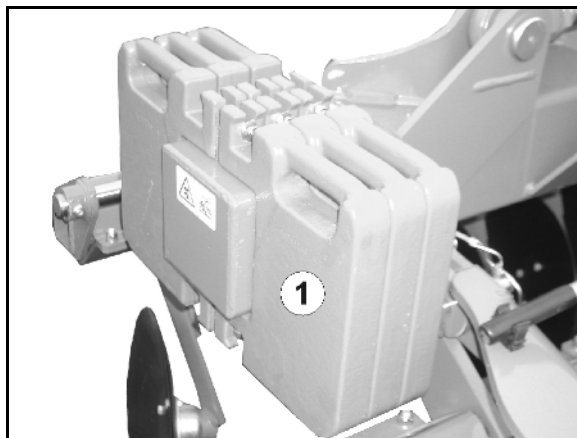

Рис. 34
Перед проведением регулировки снимите фиксирующий палец (Рис. 34/2).
После проведения регулировки зафиксируйте дистанционные элементы (Рис. 34/1) фиксирующими пальцами и пружинными фиксаторами (Рис. 34/3).
2. Отведите задние дистанционные элементы (начиная с упорного диска (Рис. 34/4), на обеих консолях).
2. Отведите передние дистанционные элементы (начиная с упорного диска (Рис. 34/4), на обеих консолях).